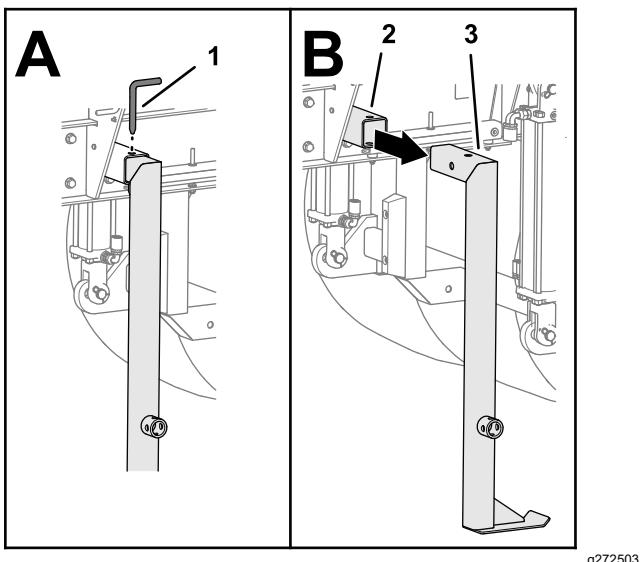

Figure 25
- Retirez la goupille de la béquille arrière et sortez la béquille du tube (Figure 25).